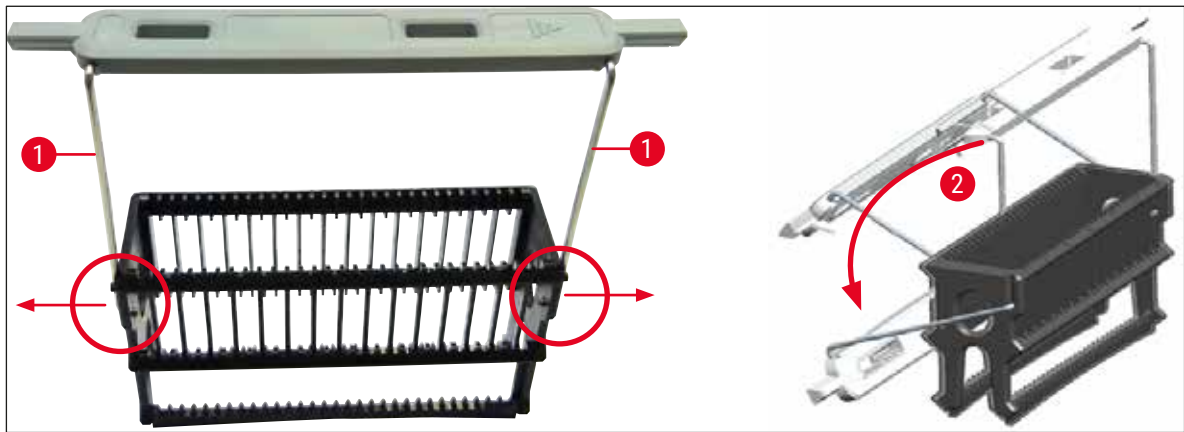

Fig. 69
- Compruebe que el asa está bien asentada, de modo que, en la posición superior, quede centrada encima de la cesta (→ Fig. 69)